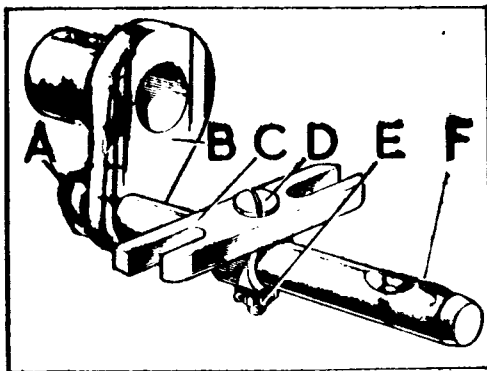

Fig. C-59 Eje de las barras correderas
- 3.2.1. Fijar el casquillo de conexión, B (Fig. C-59) al eje, F, teniendo en cuenta la posición relativa del agujero avellanado del otro extremo del eje y dejar sin apretar la tuerca, en esta fase.